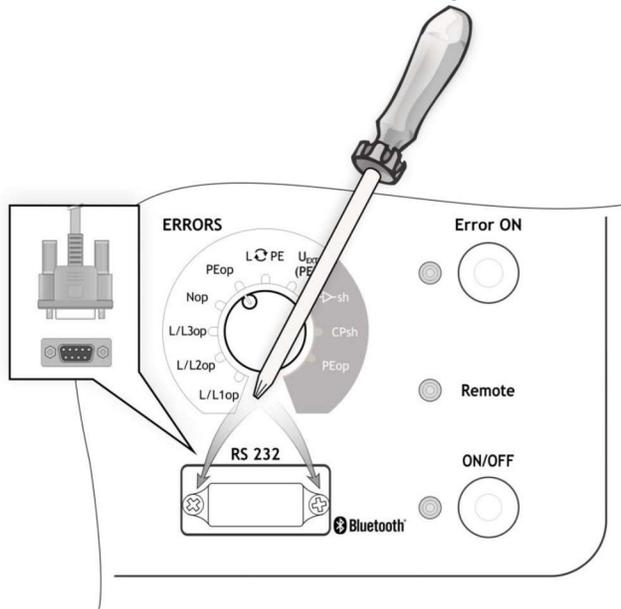

Figure 6.1 : Mise à jour de l'adaptateur
- Dévissez deux vis (comme indiqué dans la figure 6.1) et retirez le couvercle de protection du connecteur RS 232.
- Lorsque la mise à jour est terminée, remettez le couvercle de protection du connecteur RS 232 en place. Dévissez deux vis (comme indiqué à la figure 6.1) et retirez le couvercle de protection du connecteur RS 232.